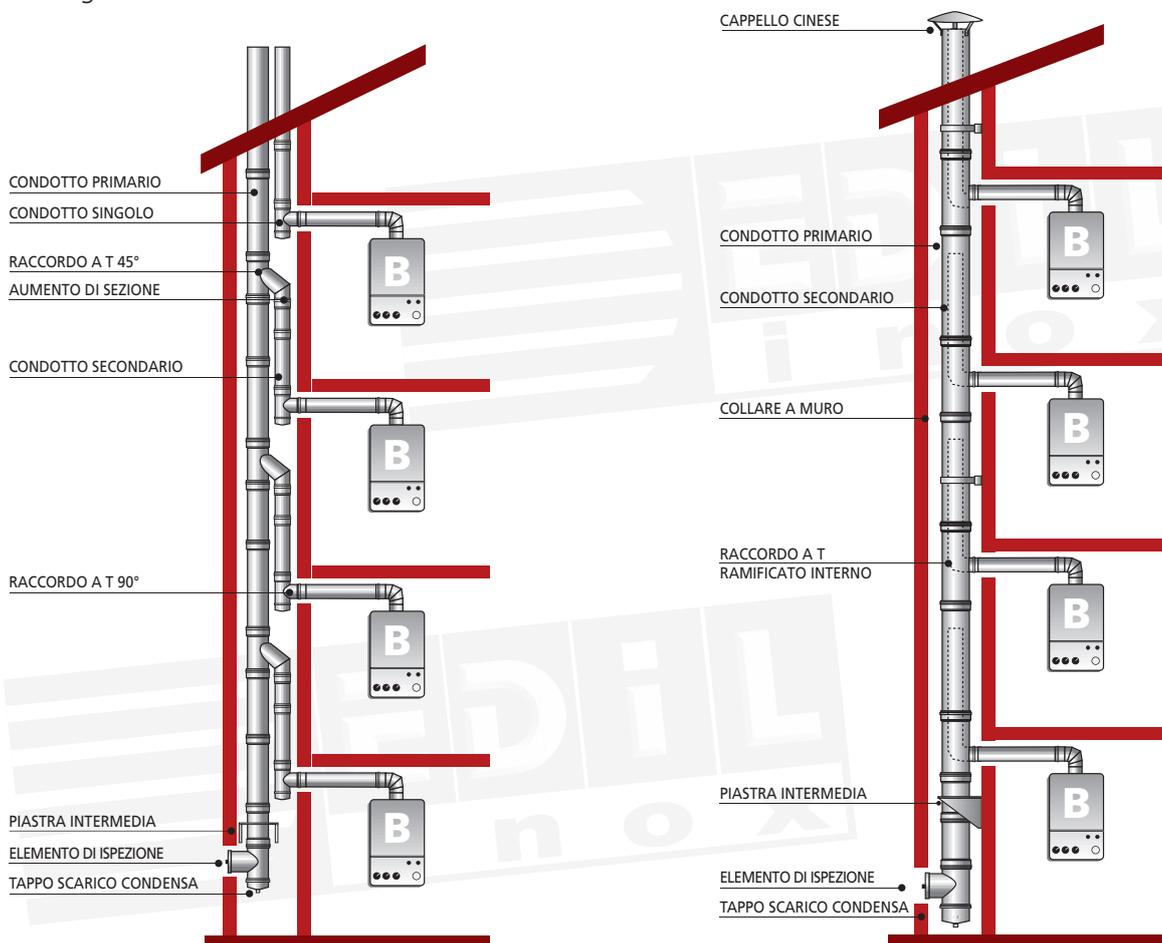

FIGURA 10A
7.1.2. SCHEMA DI MONTAGGIO PER CANNI FUMARIE COLLETTIVE ASSERVITE AD APPARECCHI DI TIPO B (figura 10A e figura 10B)
- Inserire il raccordo a T che permette di collegare il canale da fumo al camino: in funzione della tipologia dell'impianto prevista dal progettista, dovrà essere installato un raccordo a T 90° o inclinato a 45° (**figura 10A**) oppure di tipo coassiale (**figura 10B**).